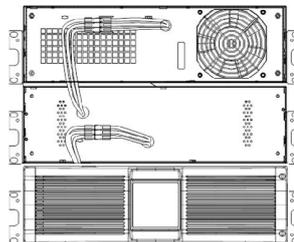

Abbildung 2: Anschlüsse des Batteriemoduls
2. Stecken Sie das Kabel des externen Batteriegehäuses in den Batterieanschluss der USV, wie in Abbildung 2 gezeigt.